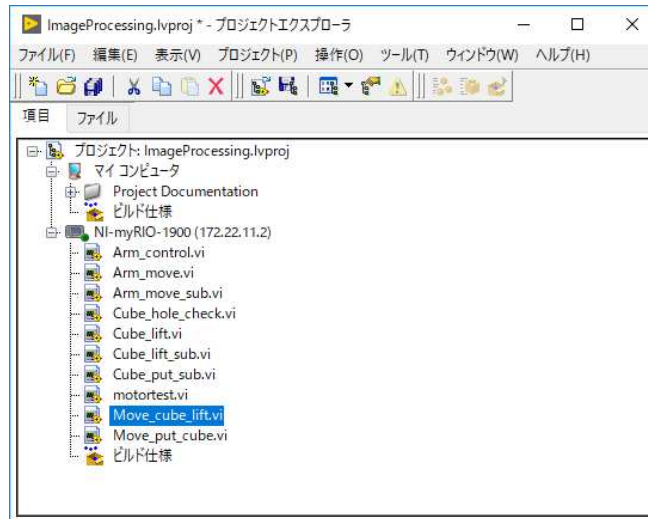

図 1 ImageProcessing.lvproj のプロジェクトエクスプローラ
- (1) デスクトップの **ImageProcessing** のフォルダを開き、「**ImageProcessing.lvproj**」を開く。
- (2) 図 1 に示すようなプロジェクトエクスプローラが表示されたら、NI-myRIO-1900(---.---.---)を展開し、「**Move\_cube\_lift.vi**」をダブルクリックして開く。